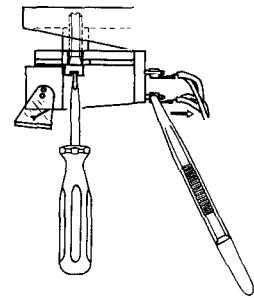

Fig. 2
- Mit einer Pinzette die Tonfrequenzanschlüsse (Fig. 2) abziehen (Falls diese verklemmt sind, können sie mit einem kleinen Messer gelockert werden.)
- Pull off the audio connections with the aid of tweezers (fig. 2). If the terminals are seated too tight, use the blade of a small knife to loosen them
- Retirez les fils de modulation du phonocapteur avec une pince (fig. 2). Si les fiches sont collées, débloquez-les à l'aide d'un petit couteau